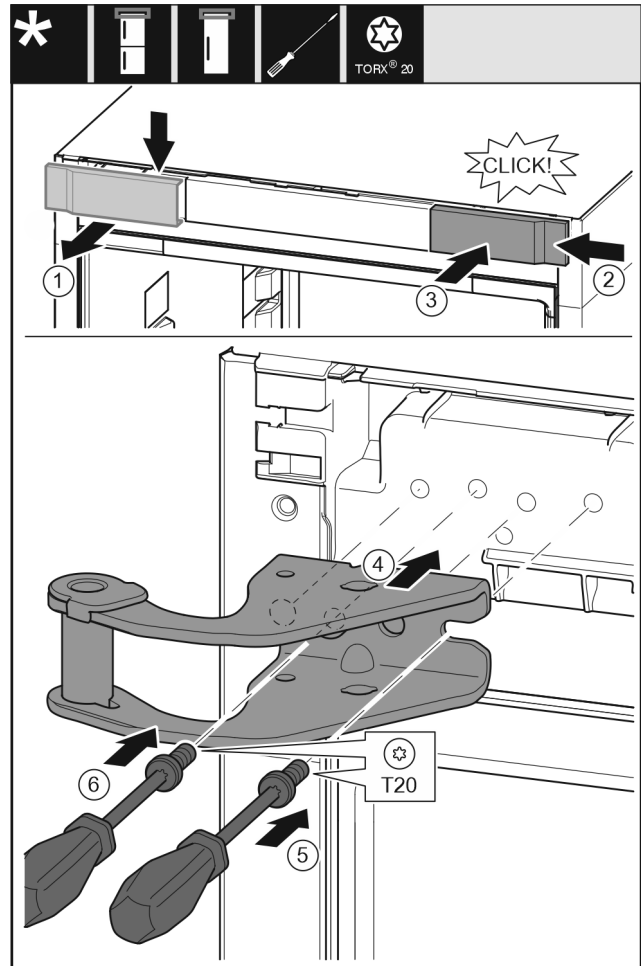

Fig. 14
- ▶ Abdeckung von oben nach vorne abnehmen. Fig. 14 (1)
- ▶ Abdeckung um 180° gedreht auf der anderen Seite von rechts einhängen. Fig. 14 (2)
- ▶ Abdeckung einrasten. Fig. 14 (3)
- ▶ Oberen Lagerbock ansetzen. Fig. 14 (4)
- ▶ Schraube mit Schraubendreher T20 ansetzen und festdrehen. Fig. 14 (5)
- ▶ Schraube mit Schraubendreher T20 einsetzen und festdrehen. Fig. 14 (6)